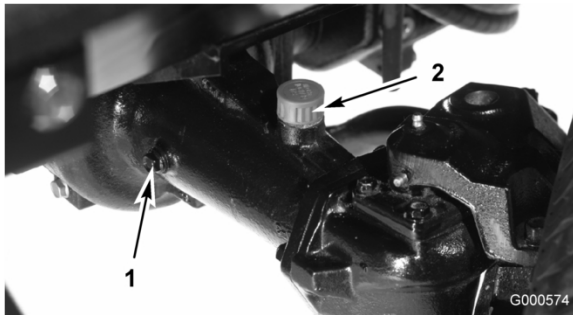

Figura 44
2. Retire o tampão de verificação que se encontra numa das extremidades do eixo (Figura 44) e Certifique-se de que existe lubrificante no fundo do orifício. Se o nível estiver baixo, retire o tampão de enchimento (Figura 44) e adicione lubrificante suficiente para encher o nível de lubrificante até ao fundo do orifício do tampão de verificação.